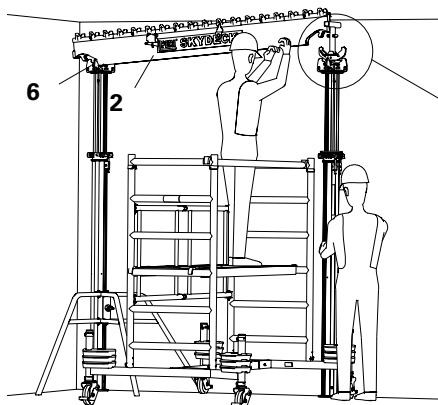

Fig. A4.01
3. Posicionar o prumo com cabeçal de caída (1). Distância da parede = 2,275 m. (Fig. A4.01)